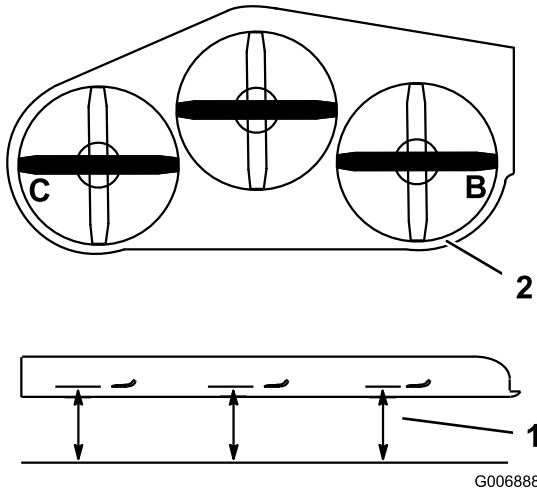

Figura 92
1. Coloque la cuchilla **derecha** en posición lateral (Figura 92).
4. Coloque la cuchilla izquierda en posición lateral (Figura 92).
5. Mida la cuchilla izquierda en la posición **C** (Figura 92) desde una superficie nivelada hasta el filo de corte del extremo de la cuchilla.